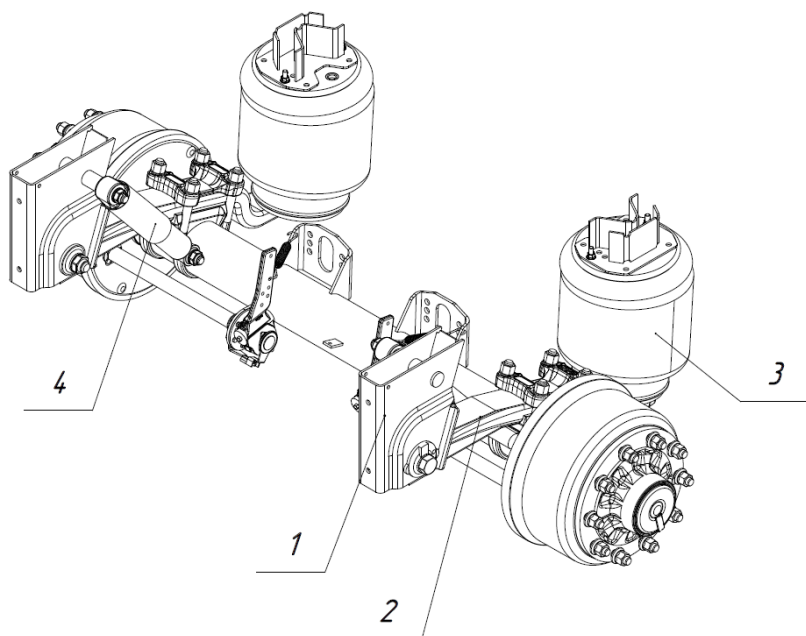

Рис. 1.2 - Осовой агрегат на пневмоподвеске
Пневматическая подвеска (рис. 1.2) состоит из кронштейнов подвески (1), рессор (2), амортизаторов (4), пневмобаллонов (3) и пневмосистемы, состоящей из накопительных ресиверов, клапанов, датчиков уровня и магистралей подачи воздуха к пневмобаллонам.